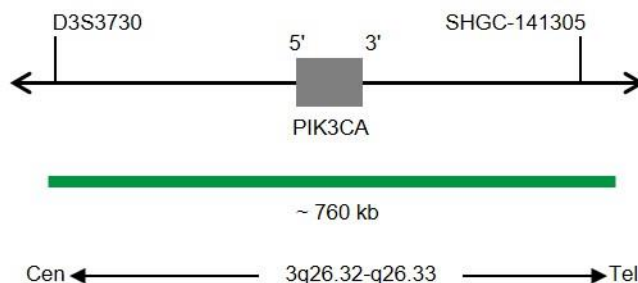

Fig. 1: SPEC PIK3CA Mapa de la sonda (no está a escala)
- Polinucleótidos marcados en verde (excitación a 503 nm/emisión a 528 nm) ZyGreen (~10 ng/μl), dirigidos a secuencias localizadas en 3q26.32-q26.33* (chr3:178,535,986-179,293,464) que albergan la región del gen PIK3CA (ver Fig. 1).